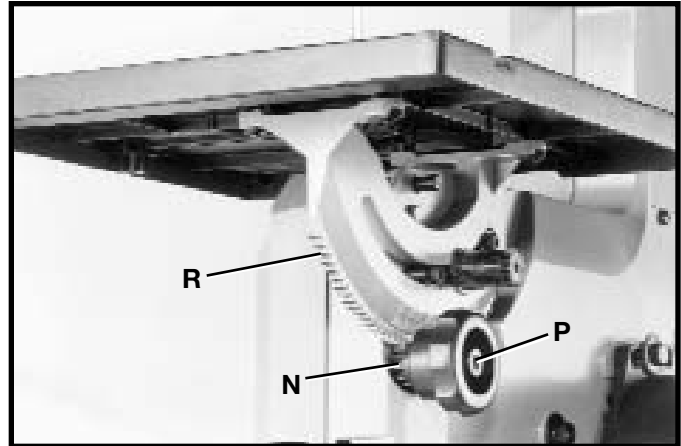

Fig. 10
7. Placer le bouton de pignon (N) fig. 10, à l'arrière de la scie pour que les dents du bouton de pignon (N) s'engagent sur les dents du tourillon (R). Fixer en place avec la vis spéciale (P) et le ressort avec la clé fournie de 4 mm.